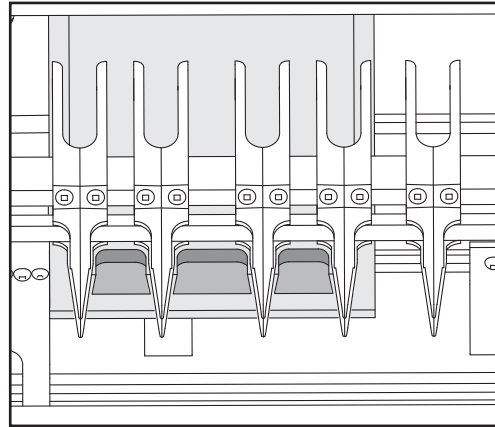

Fig. G8
4. Realice el corte siguiendo las instrucciones en la sección de junta semiciega de espacios variables. El corte final debe asemejarse a la Fig. G8.